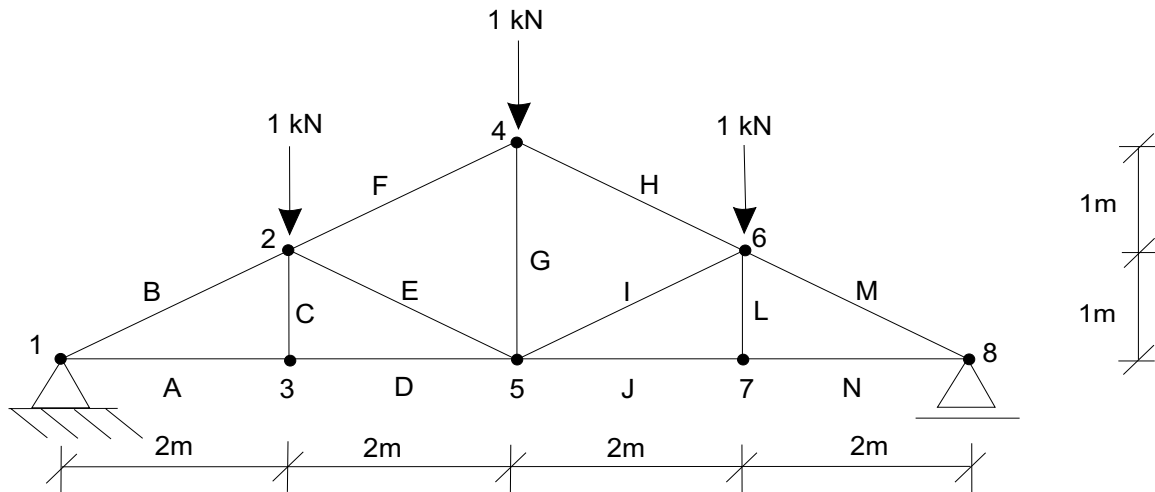

Figura 3 - Carregamento e condições de apoio para o item b
- b) ao mudar o arquivo de dados de modo que reflita o carregamento e as condições de apoio da Figura 3 e executar o programa, você obteve os esforços, em kN, indicados na Tabela 3 (esforços positivos significam tração, e negativos significam compressão) e constatou que, por um erro na lógica do programa, duas barras, que deveriam ter esforços nulos, apresentavam valores diferentes de zero. Indique quais são essas barras, justificando a sua resposta. **(valor: 4,0 pontos)**